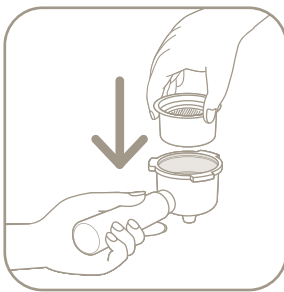

fig.5
2. Положите фильтр в держатель фильтра и поверните его до полной фиксации на место (рисунок 5).